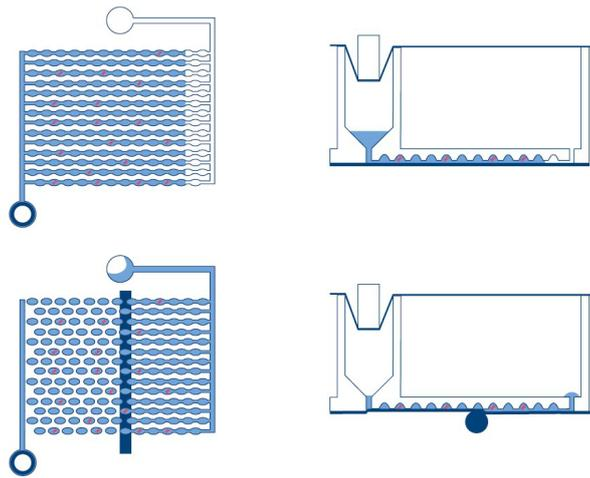

Figura 1. Schema di riempimento e partizione di un pozzetto.
- **Partizione:** Nel primo modulo dello strumento, i microcanali e le partizioni della piastra vengono riempiti con il materiale del campione e la miscela di reazione dPCR. Ciò avviene grazie ai perni dello stantuffo che comprimono la guarnizione elastica superiore della nanopiastra su ciascun pozzetto. In questo modo si crea una pressione positiva che pompa il liquido del pozzetto di ingresso nei microcanali e nelle partizioni. Successivamente, i canali di collegamento tra le partizioni vengono sigillati mediante l'attivazione di un adesivo sensibile alla pressione attraverso un processo di rolling a pressione controllata (vedere Figura 1).
- **Imaging:** La fase finale del processo è l'acquisizione delle immagini, che cattura il segnale da ciascuna partizione dei pozzetti della nanopiastra. Nella modalità utilità, l'utente può configurare i canali di rilevazione e le impostazioni di imaging utilizzando la funzionalità di impostazione dell'esperimento all'interno di Software Suite. Nella modalità IVD, le impostazioni di imaging sono preimpostate su condizioni ottimizzate e non richiedono alcuna configurazione da parte dell'utente. Le partizioni che contengono una molecola target emetteranno fluorescenza con intensità maggiore rispetto alle partizioni senza target (vedere Figura 1). Per ulteriori dettagli e specifiche sul sistema di imaging, vedere la sezione 8 Specifiche tecniche.